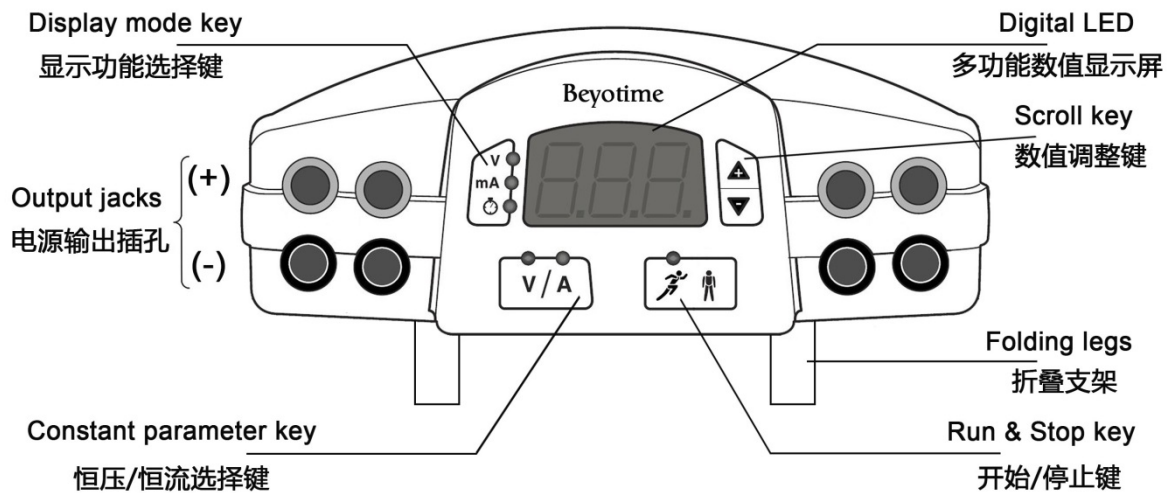
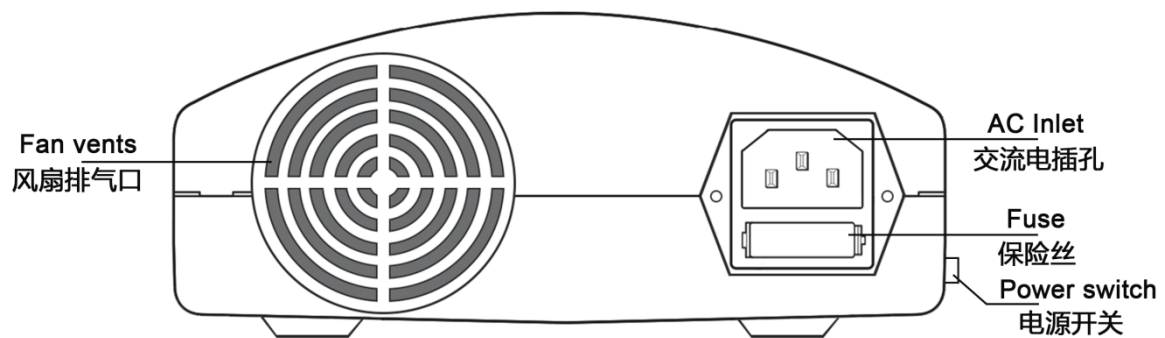

图1. BeyoPower™电源的操作面板部件和功能键示意图。
图2. BeyoPower™电源的后视图。
➤ 本系统的各主要部件的介绍见图1、图2和下表:
- 1) 按照电泳或转膜设备的要求安装好电泳槽或转膜槽，并加入适当缓冲液，盖上电泳槽或转膜槽上盖，将电缆线的插头同色插入电源正面的一对电源输出插孔(图1)，即红对红(上)，黑对黑(下)。
- 更换保险丝：如果电源没有任何显示，内部风扇也无任何反应，可能需要更换保险丝。请关闭电源开关，拔除电源线，拔开电源背部插头下面的保险丝适配器(图2)进行保险丝的更换。保险丝型号为：2.5A, 250V, 5×20 mm。